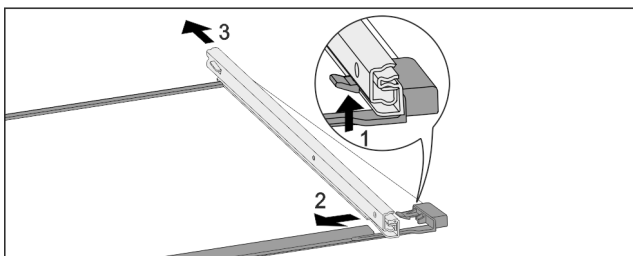

Fig. 150 Płyta szklana z szynami
- ▶ Wcisnąć przedni hak ryglujący do góry. Fig. 150 (1)
- ▶ Wsunąć prowadnicę w bok Fig. 150 (2) i do tyłu Fig. 150 (3).